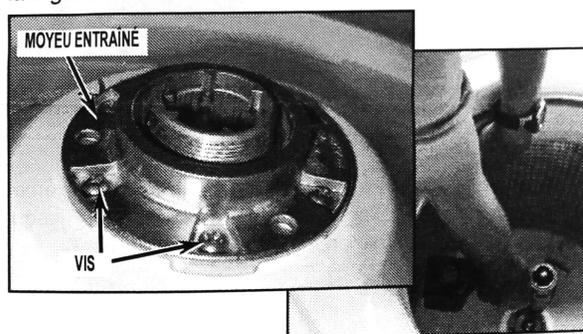

FIGURE 4
- Enlever les six (6) vis du moyeu entraîné du panier.
IMPORTANT: Enlever les vis lentement si un tournevis électrique est utilisé. Tenir le panier pour enlever les deux (2) dernières vis afin d'éviter d'endommager les filets. Voir la *Figure 4*.